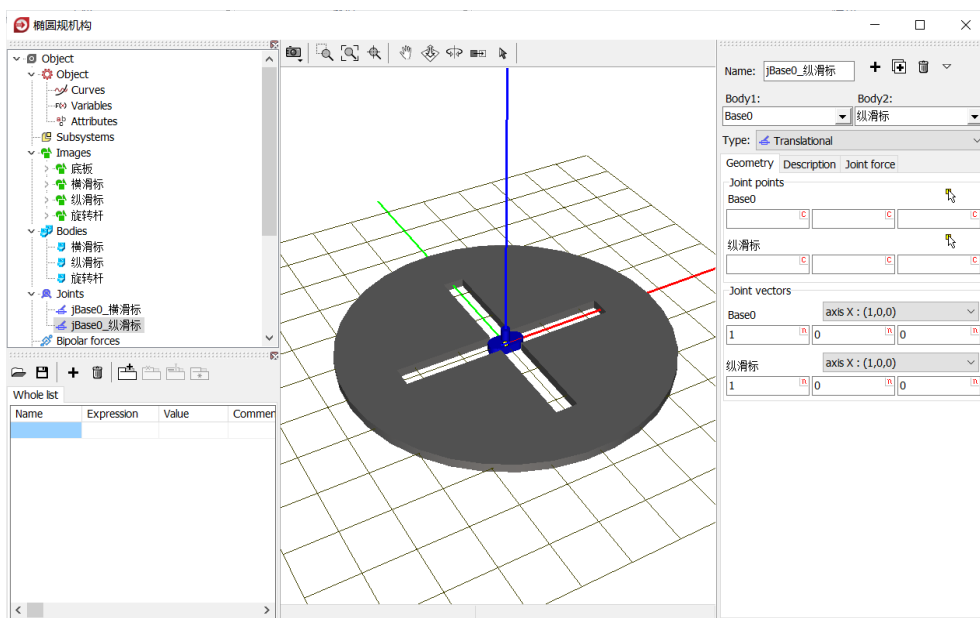

图 2-78
- 10) 点击右侧面板上方的按钮 ，复制生成第二个铰，**Body2** 选择**纵滑标**，**Joint points** 分别为 $(0, 0, 0)$ 和 $(0, 0, 0)$ ，**Joint vector** 都选择 **X 轴**，如图 2-78。表示将横滑标的原点与总体坐标系的原点重合，纵滑标沿总体坐标系 X 轴可以平动，并且纵滑标的 X 轴与之平行（重合）。